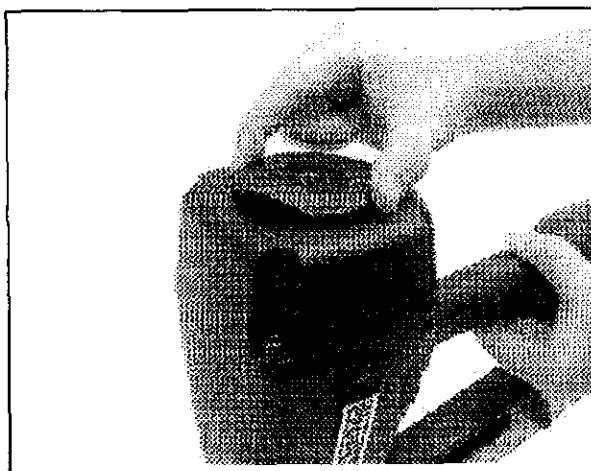

Figura 11 – Ajuste del Deflector de Escape
- El deflector de escape puede colocarse para apuntar en cualquier dirección (movimiento total de 360°). Vuelva a colocar el deflector agarrándolo de manera firme y girándolo hacia la posición deseada (véase la Figura 11).